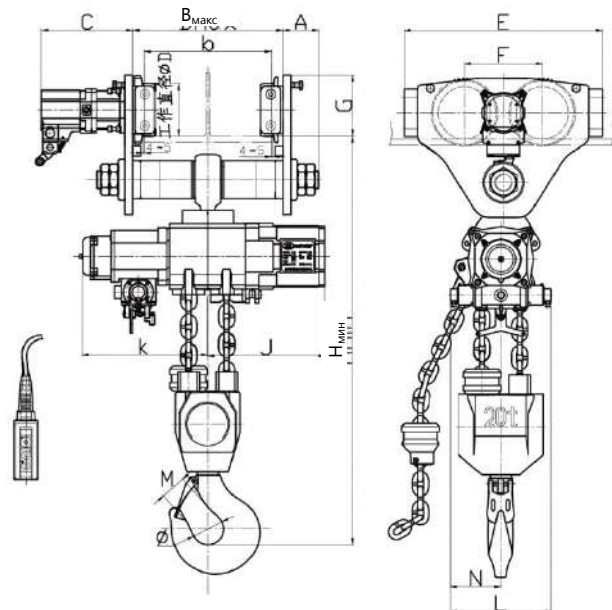

Рисунок 5b – Чертеж внешнего вида
**Габаритные размеры** Рисунок 5b~6b